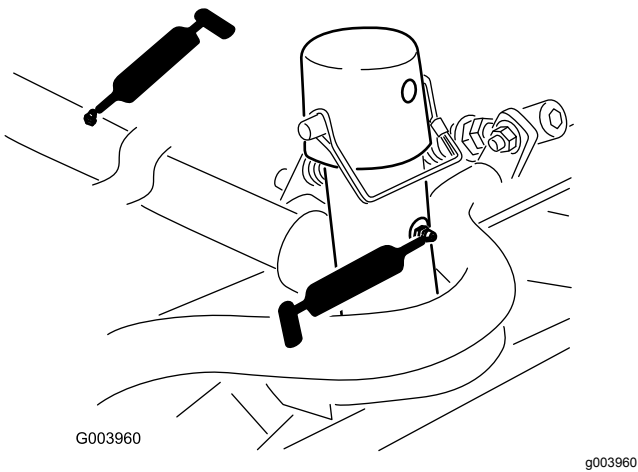

Figura 65
- Bastidor de tiro y pivote de la unidad de corte (2 en cada) (Figura 65).